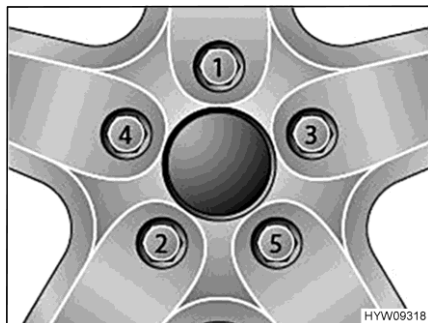

Bild 47 Radmuttern oder Radschrauben über Kreuz festziehen
- Radmuttern oder Radschrauben in der Reihenfolge, die in Bild 47 gezeigt ist, festziehen. Dazu einen Drehmomentschlüssel verwenden und das vorgeschriebene Anziehdrehmoment einhalten (siehe Abschnitt 14.5).
- Radmuttern oder Radschrauben regelmäßig auf festen Sitz prüfen. Radmuttern oder Radschrauben eines ausgewechselten Rades nach 50 km nachziehen. Dabei in der Reihenfolge vorgehen, die in Bild 47 gezeigt ist.
- Wenn neue oder neu lackierte Felgen verwendet werden, die Radmuttern oder Radschrauben zusätzlich nach ca. 1000 bis 5000 km nachziehen. Dabei in der Reihenfolge vorgehen, die in Bild 47 gezeigt ist.